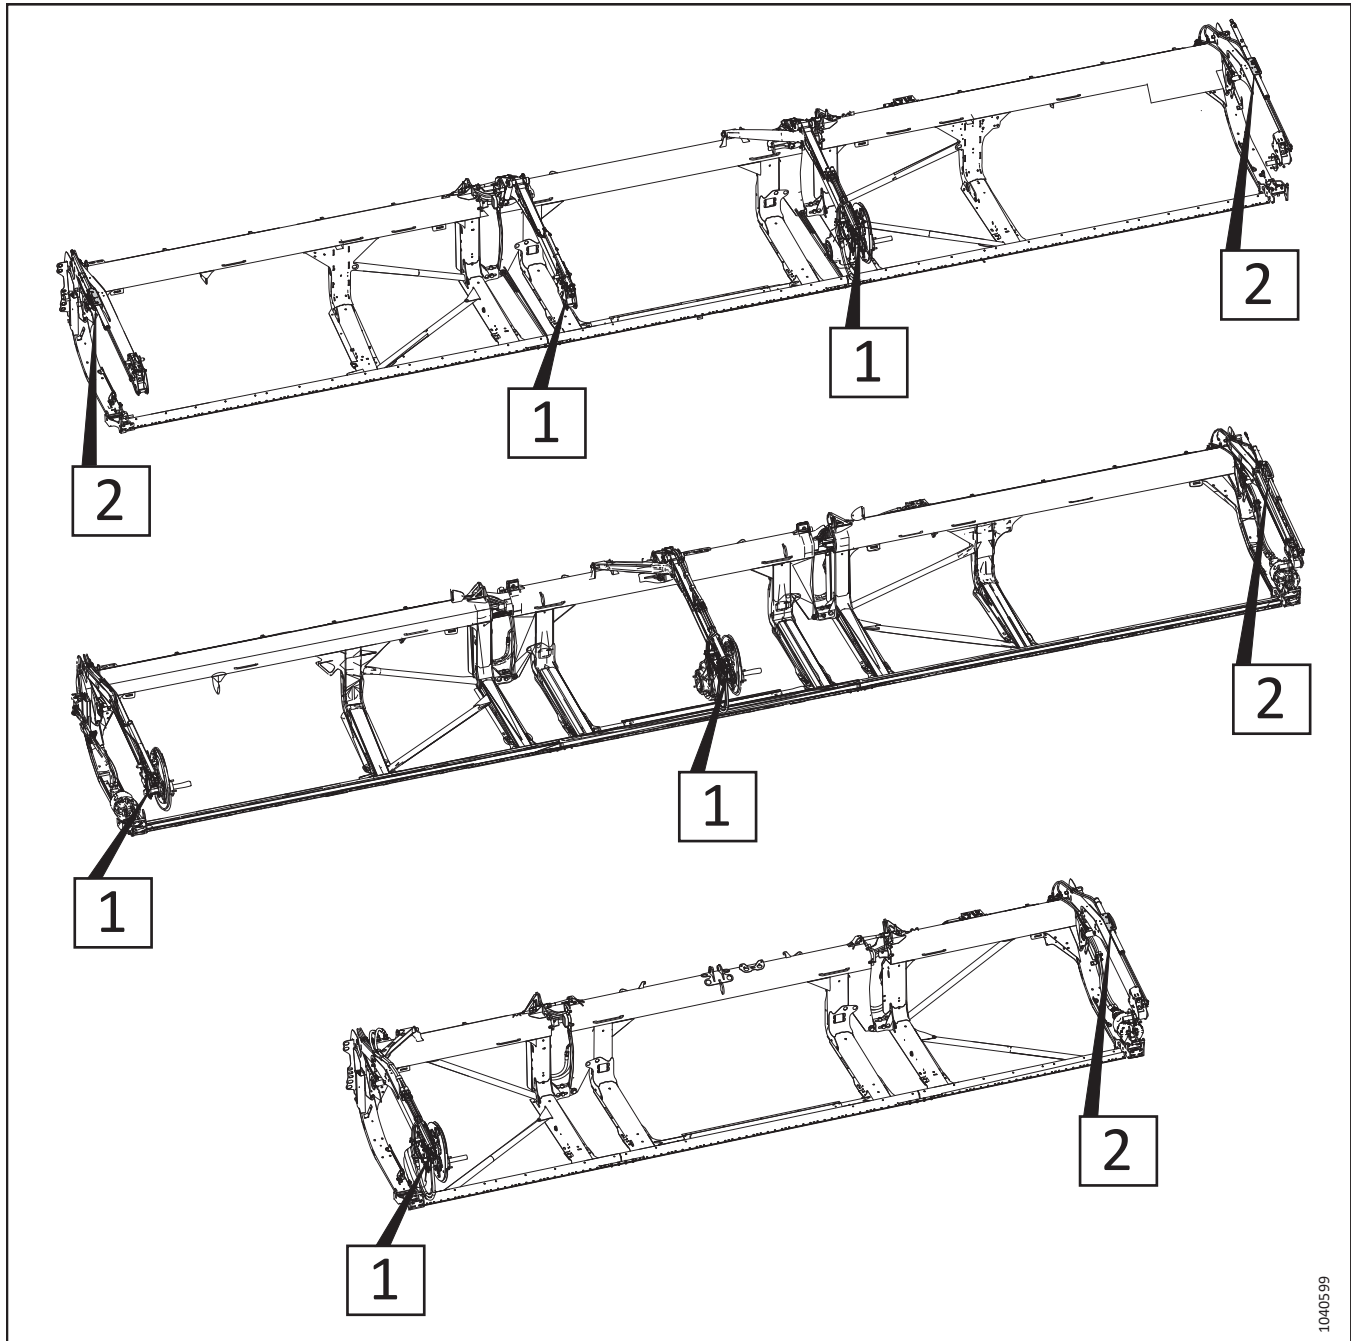

Abbildung 3.371: Einstellbare Horizontalzylinder – Verfahrensreferenznummern
6. Siehe Abbildung 3.371, Seite 265, um die Verfahren zur Einstellung der Haspelhorizontalzylinder für den entsprechenden Schneidwerkstyp zu ermitteln. Die Nummer in der Abbildung bezieht sich auf eines der folgenden Verfahren: